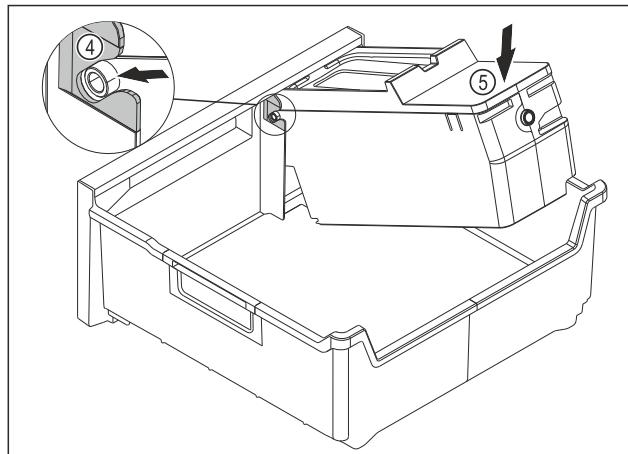

Fig. 82
- Montirajte glavni del EasyTwist-Ice: Osi glavnega dela EasyTwist-Ice potisnite v vodila Fig. 82 (4).
- Glavni del EasyTwist-Ice Fig. 82 (5) potisnite zadaj navzdol.